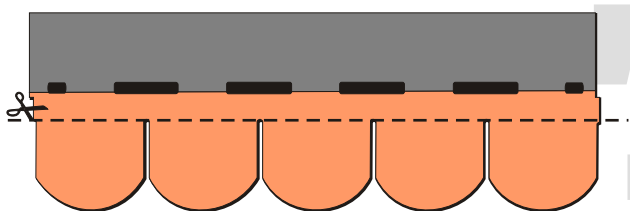
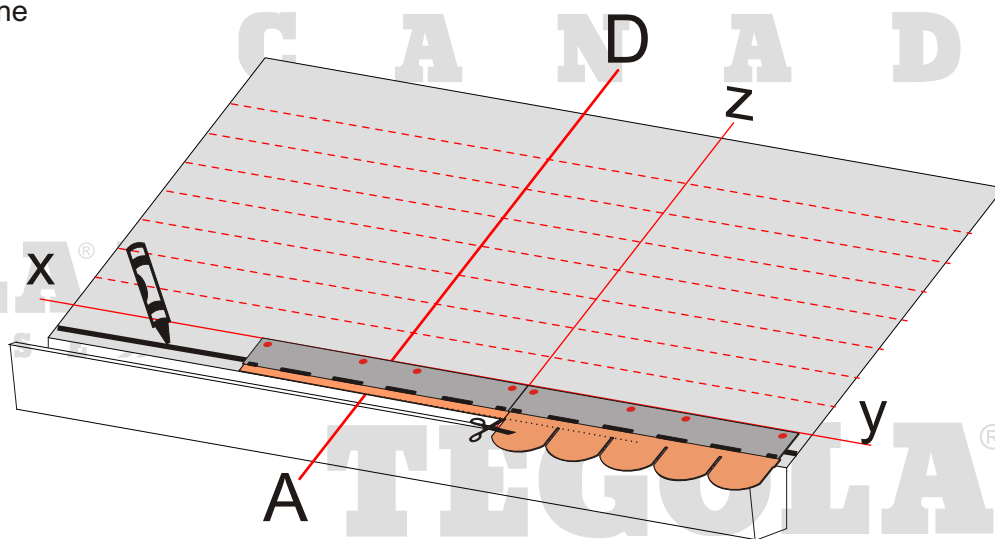

Fig. 2 - Taglio delle faldine
Fig. 3 - Posa della fila tagliata
- Applicare sulla linea di gronda un cordolo di adesivo bituminoso "bitustik" (fig.3) e le tegole dopo averne tagliato le faldine (fig.2). Per posare correttamente la fila di partenza allineare la tegola alla linea di riferimento z (vedi fig. 3).